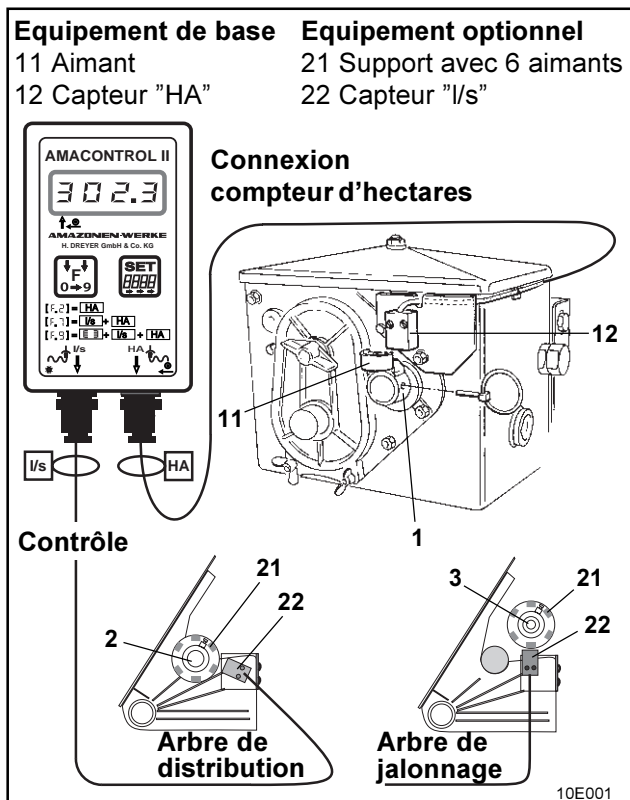

Fig. 2.1
La fig. 2.1 indique les emplacements de fixation des capteurs et des aimants sur l'arbre du sélecteur (1), et l'arbre de jalonage